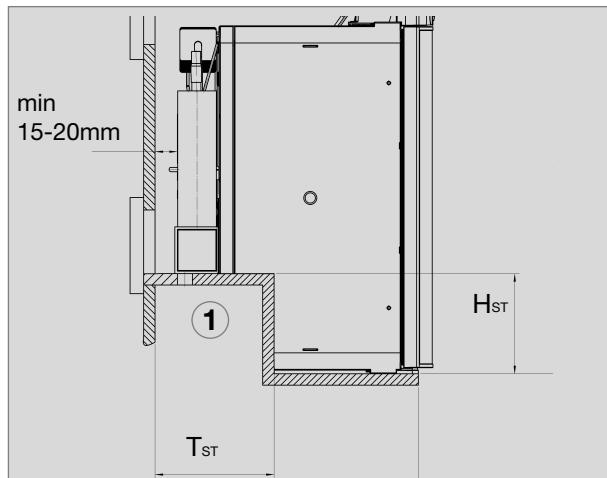

Abb. 26
Der Kühlschrank muss in eine Nische **zug-dicht** eingebaut werden (s.a. "4.1.4"). Die Stufe (1) (Abb. 26) wird nur bei Stufenschränken benötigt. Der Nischenboden muss eben sein, sodass das Gerät sich leicht in seine richtige Lage einschieben lässt. Der Boden muss genügend Festigkeit haben um das Gewicht des Gerätes tragen zu können.